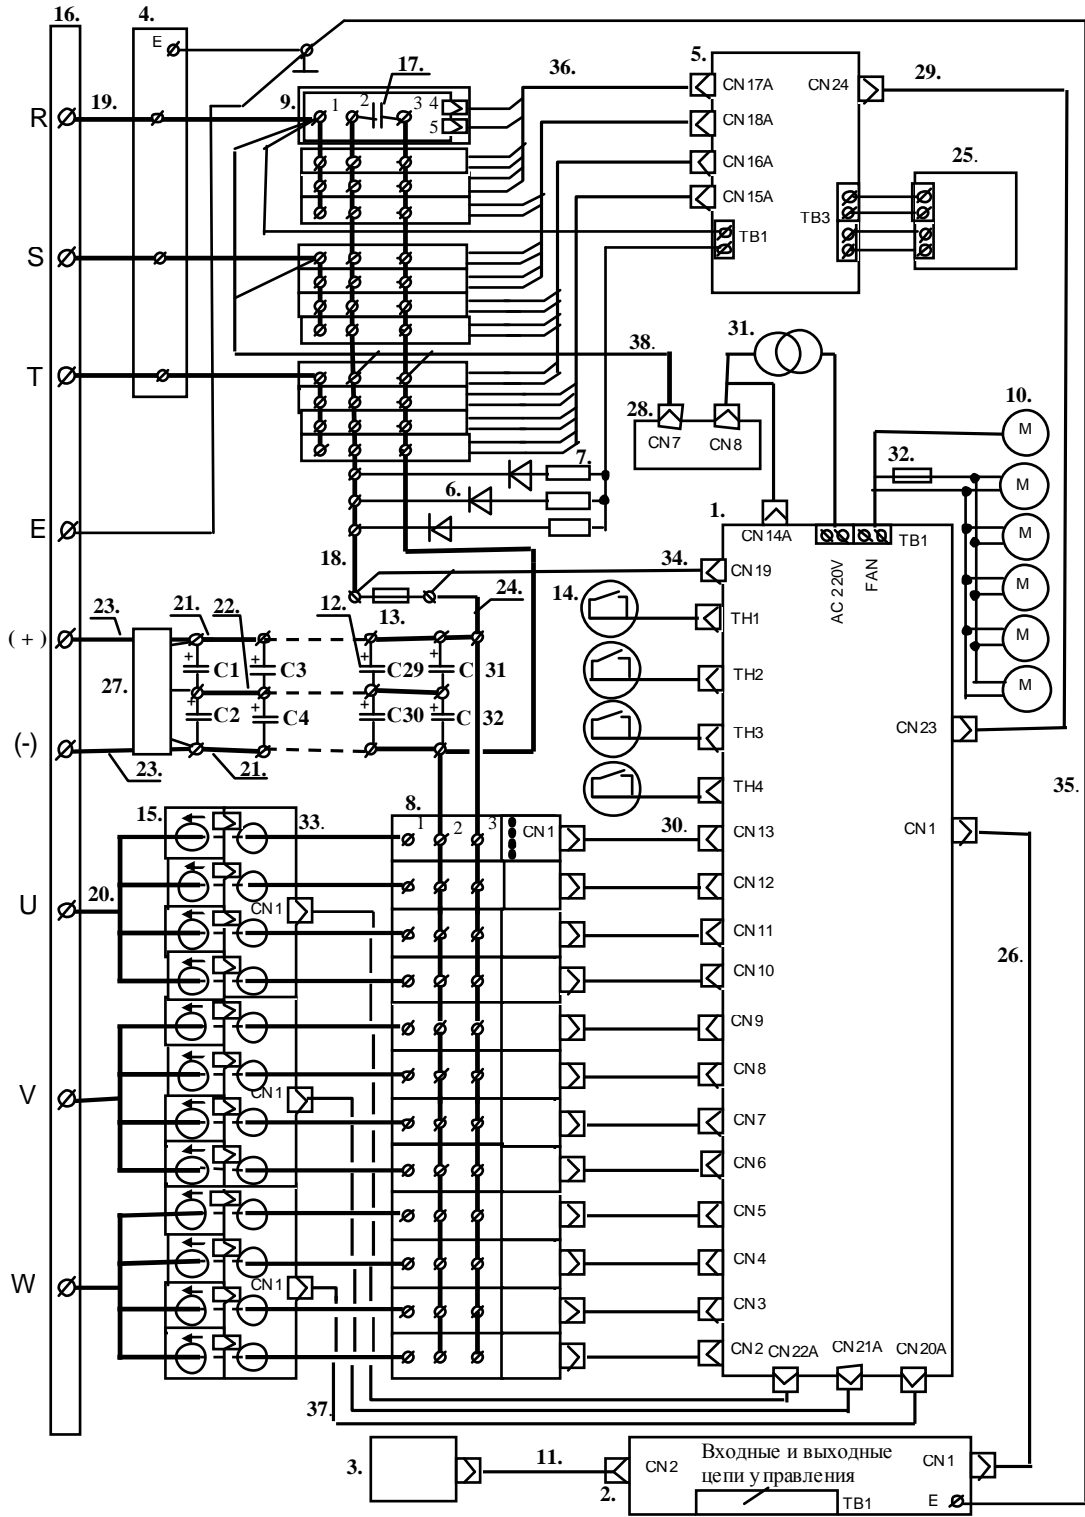

Рис. 4.2. Блок-схема преобразователя частоты EI-9011-400H.
Пояснения к рис. 4.2:
4.4.1. Фотографии сменных узлов , входящих в состав преобразователя частоты EI-9011 -400Н, приведены в табл. 4.1. (порядковые номера соответствуют рис. 4.2).